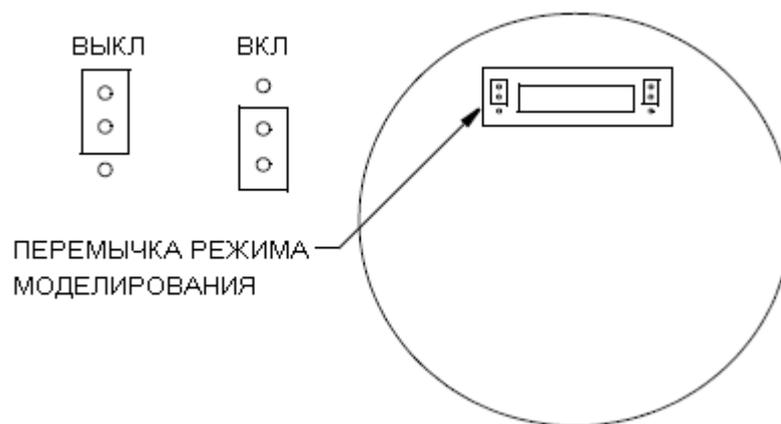

Рисунок 23. Переключатель режима моделирования
3. Для активации режима моделирования, переместите переключатель в нижнее положение, как показано на рис. 23.